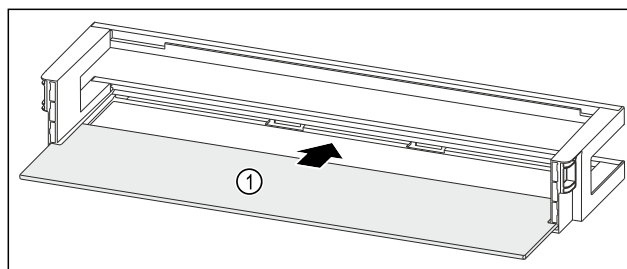

Fig. 230 Balconnet de contre-porte avec tablette de rangement
- ▶ Insérer la tablette de rangement Fig. 230 (1) dans les évidements latéraux.